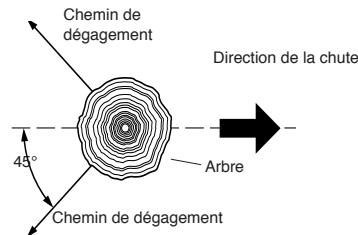

Figure 11 - Chemin de dégagement pour s'éloigner de l'arbre
3. Avant d'abattre un arbre, prévoir un chemin de dégagement et le dégager. Le prévoir à l'opposé de la direction de chute de l'arbre et à un angle de 45°. (voir la Figure 11, à la page 61).
AVERTISSEMENT :Nepasscierl'arbre complètement. Laisser environ 5 cm (2 po) de bois non scié directement derrière le sifflet d'abattage. (voir la Figure 11.) Cette partie non sciée sert de charnière. La charnière empêche l'arbre de se tordre et de tomber dans la mauvaise direction.